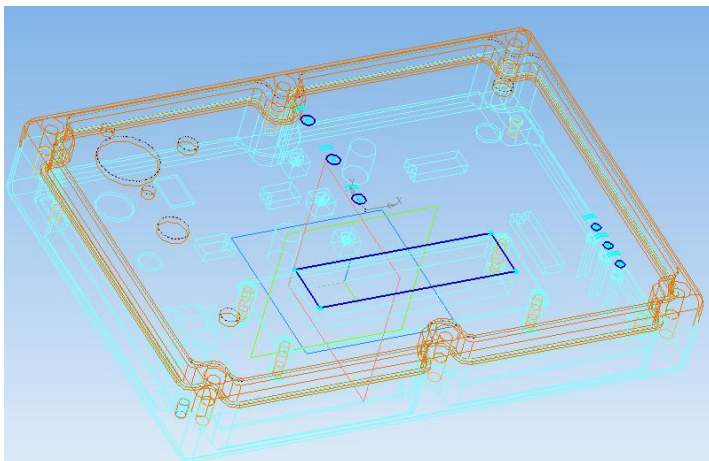

Рис. 5.1. Проецирование отверстий
4. Выбрать кнопку *Спроецировать*  и на поверхность крышки спроецировать отверстия как на рис. 5.1. Кнопкой *Спроецировать* надо пользоваться аккуратно и нажимать на проектируемые линии один раз.